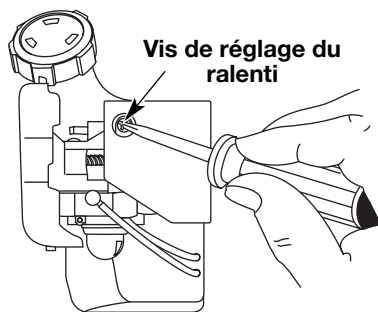

Fig. 32
La vitesse de ralenti du moteur est réglable à l'aide d'une vis de réglage accessible par un trou situé sur le dessus du couvercle du moteur (Fig. 32).
2. Relâchez le levier d'accélérateur et laissez le moteur au ralenti. Si le moteur s'arrête, insérez un petit tournevis à embout cruciforme ou à tête plate dans le trou du couvercle du moteur (Fig. 32). Vissez la vis de réglage du ralenti de 1/8 de tour à la fois (selon le besoin) jusqu'à ce que le moteur tourne au ralenti.